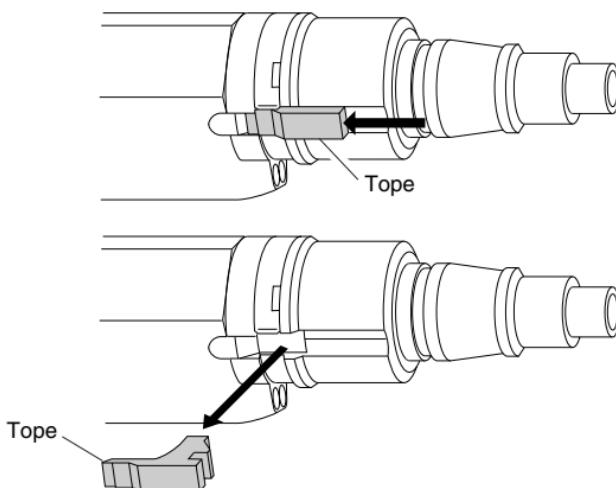

Figura 2 - Retiro del tope
2. Empuje el tope hacia atrás de la herramienta y retírelo(vea la Figura 2).
6. Vuelva a colocar el tope. Luego de colocar el tope en el orificio del forro, mueva el tope hacia el frente de la herramienta (Para localizar el tope Vea Figura 2, página 46).